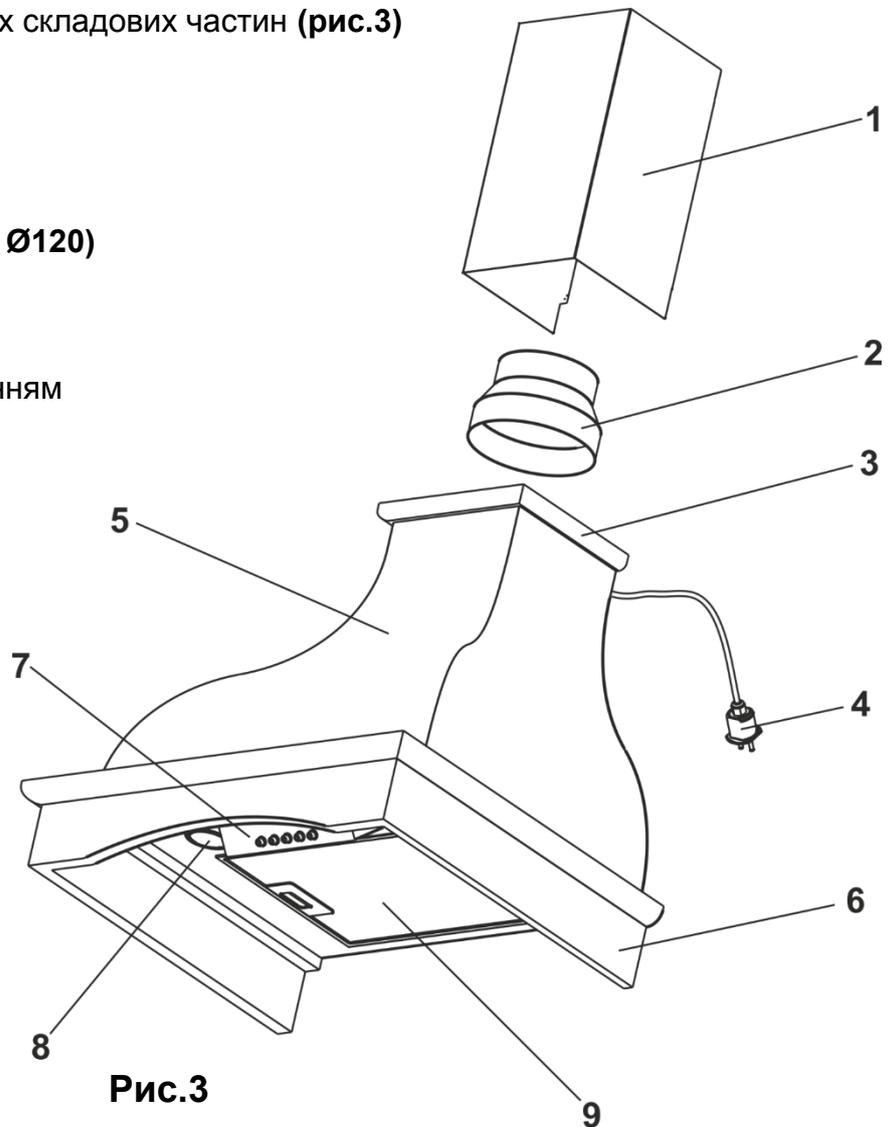

Рис.3
5.4 Витяжка складається з наступних складових частин (рис.3)